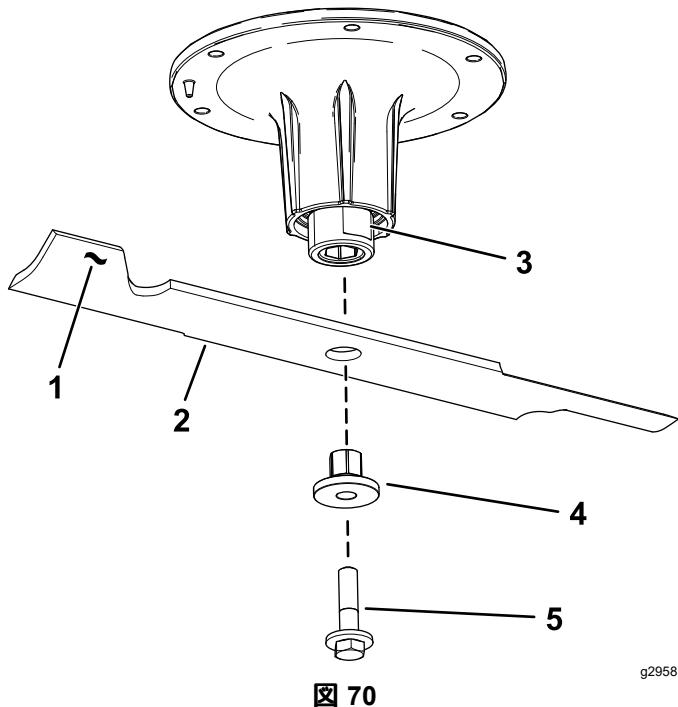

図 70
2. スピンドルのシャフトからブレードボルト、ブッシュ、ブレードを取り外す図 70。